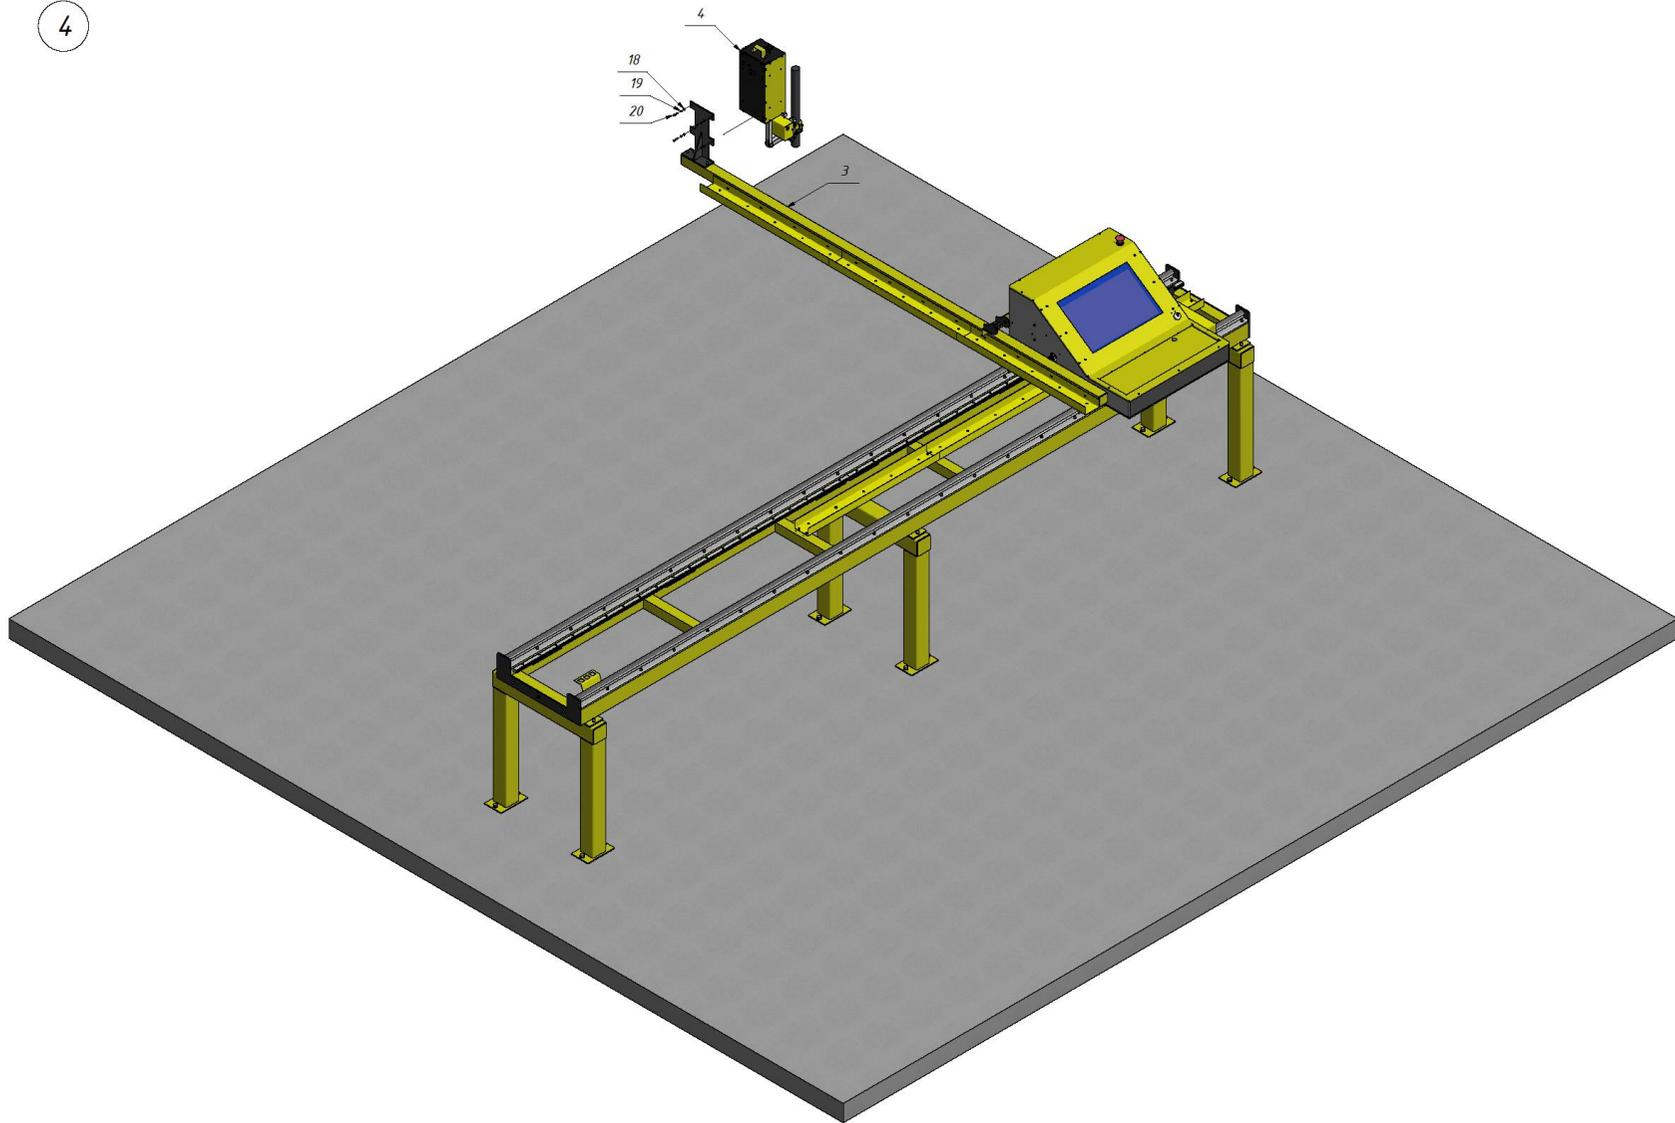

Рисунок 7.4
4. Установить каретку оси Z №4 в крепление механизма оси Y №3 4-мя винтами М5х20 (см. рисунок 7.4).